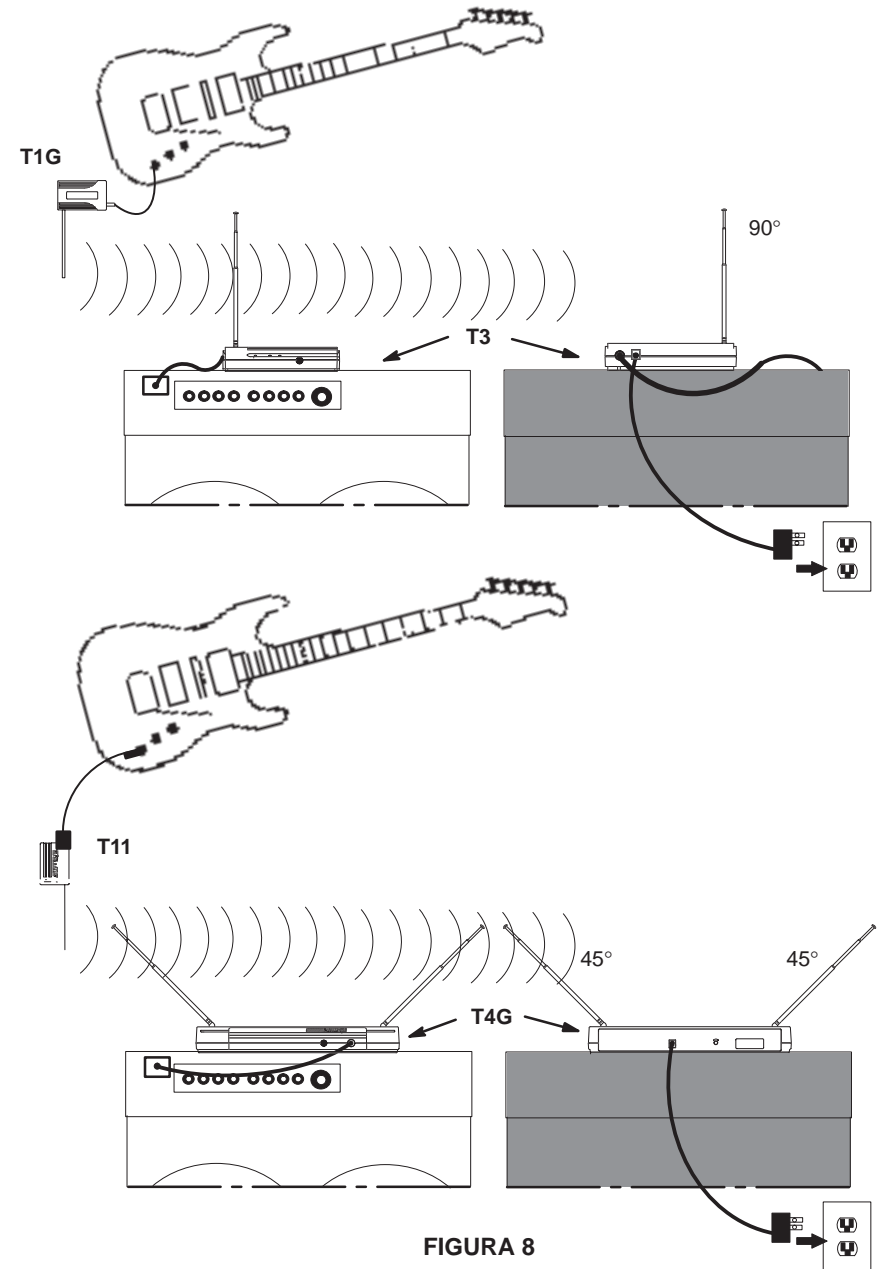

FIGURA 8
2. Fare riferimento alla Figura 8. Inserire un'estremità del convertitore di alimentazione in corrente alternata nel connettore DC INPUT situato nella parte posteriore del ricevitore, e l'altra estremità in una presa di rete (per alimentazioni a 60 Hz, 105–125Vca, utilizzare il PS20; per alimentazioni a 50 Hz, 220Vca, utilizzare il PS20E). La spia verde POWER sul ricevitore si accenderà.